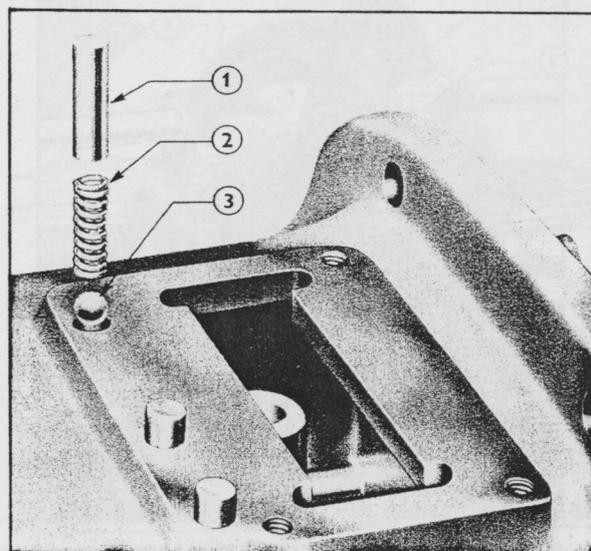

Fig. 24 = Doigts, Ressorts et Billes de Selecteurs de Vitesses
4. Replacer les doigts et les ressorts de sélecteur gauche et de sélecteur central, puis la bille, le doigt de verrouillage et le ressort du sélecteur droit (vitesses rapides/lentes). (Voir Fig. 24).